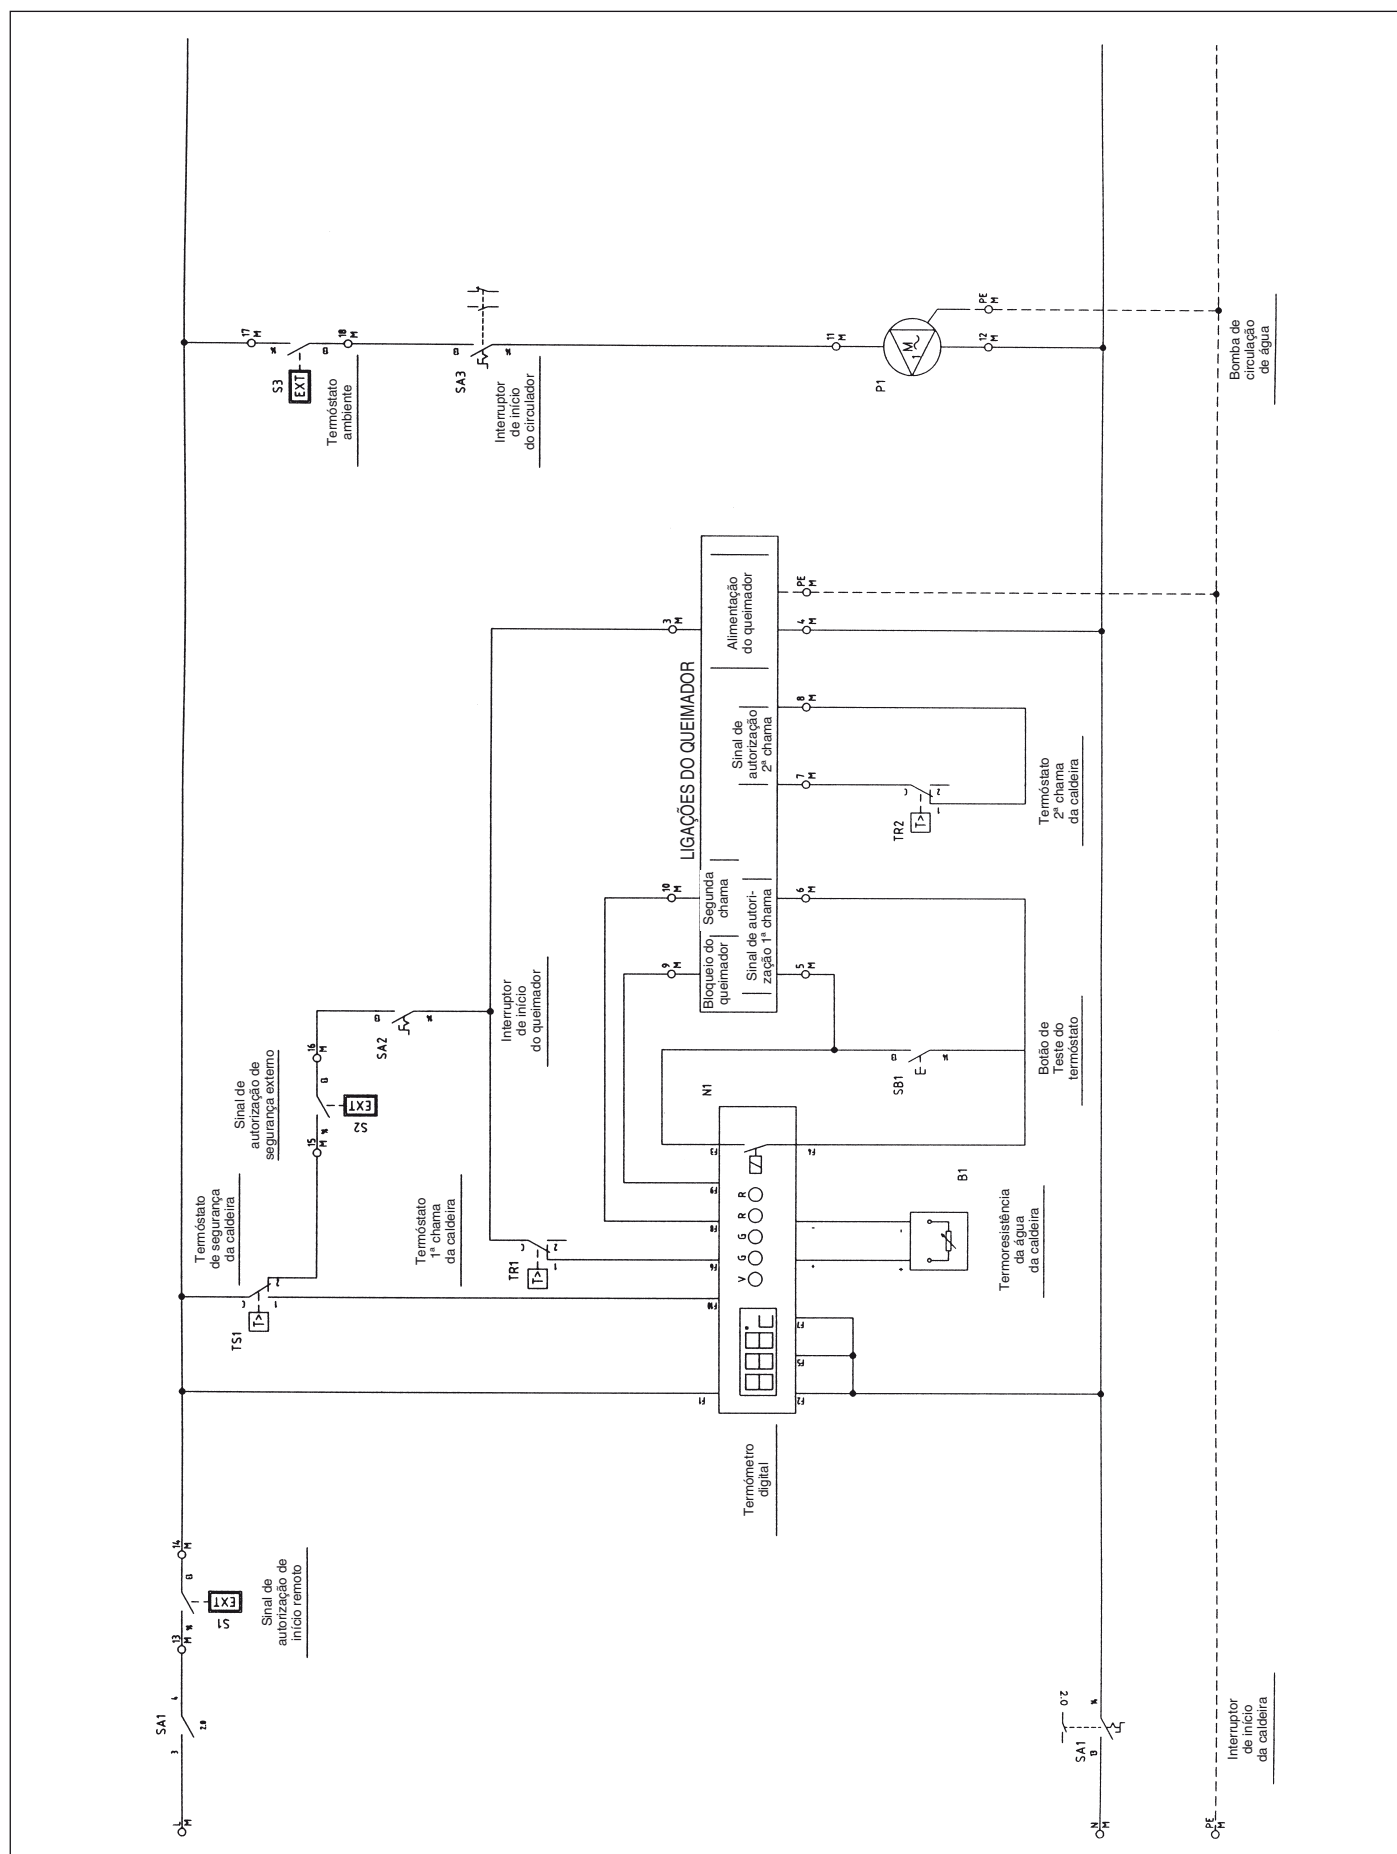

Fig. 17
9.4 Limpeza da caldeira (Fig. 17)